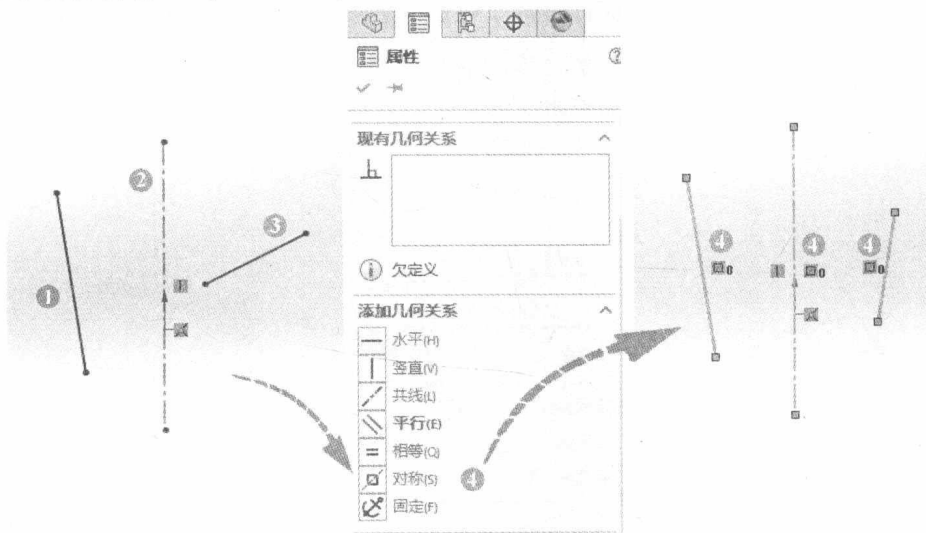

图 1-10 添加“对称”关系
如图 1-10 所示,给两条线段添加“对称”关系。首先,同时选中标记为①的“线段 1”、标记为③的“线段 3”和标记为②的“中心线 2”,同样系统自动筛选出可被添加的几何关系。这里单击标记④处的【对称】,即实现了“线段 1”与“线段 3”的“对称”关系,并且系统自动给“线段 1”“线段 3”和“中心线 2”添加对称标记。